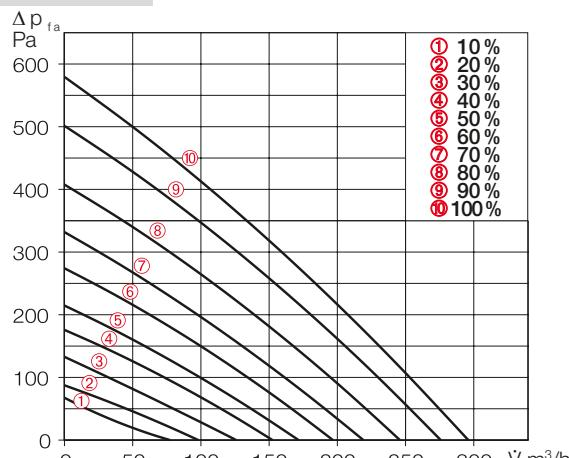
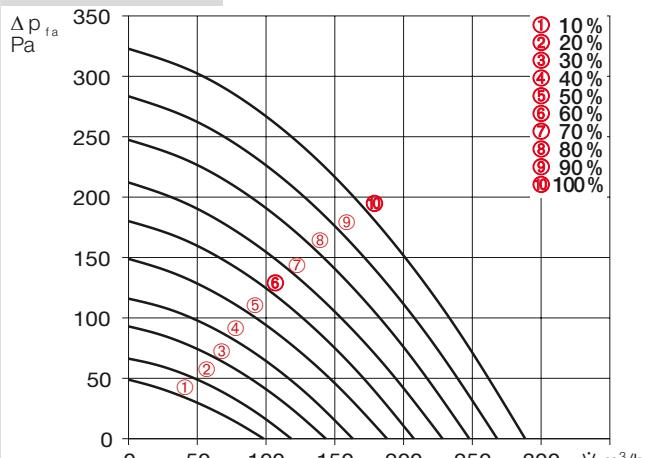

Fig. 23
Fig. 24
- ① **Le réglage est illustré en utilisant la centrale KWL 360 W comme exemple. Toutes les mesures et tous les réglages doivent être adaptés individuellement à la centrale en question.**
4. Entrer les pressions différentielles déterminées de la mesure de l'air soufflé et extérieur dans la courbe caractéristique de l'appareil pour l'air soufflé (voir Fig. 23 et 24), en fonction des performances du ventilateur enregistrées dans le profil de ventilation (voir Fig. 26 et Fig. 27).
5. Entrer les pressions différentielles déterminées de la mesure de l'air extrait et rejeté dans la courbe caractéristique de l'appareil pour l'air extrait (voir fig. 23 et Fig. 24), en fonction des performances du ventilateur enregistrées dans le profil de ventilation (voir Fig. 26 et Fig. 27).